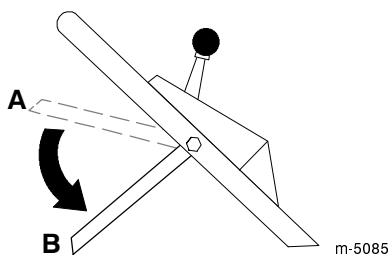

Figura 16
10. Suelte la barra de control; consulte la posición *B* de la Figura 16. Debe oír un ruido fuerte. La cuchilla debe detenerse en tres segundos.